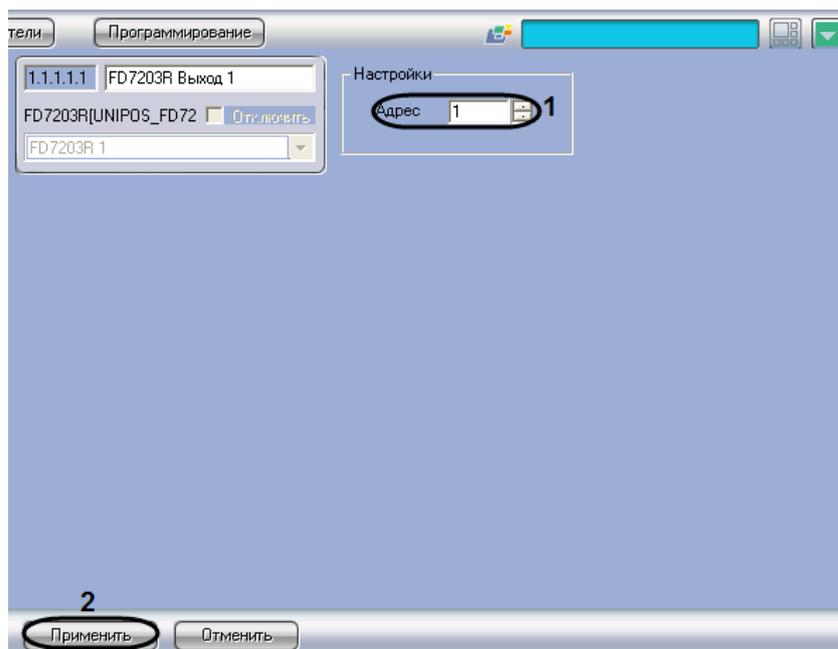

Рис. 3.6-12 Настройка выхода адресного модуля FD7203R
1. Перейти на панель настройки объекта **FD7203R Выход** (Рис. 3.6-12).
2. В поле со списком **Адрес** ввести адрес выхода модуля *FD7203R* (см. Рис. 3.6-12, **1**).
3. Для сохранения настроек во внутренней базе данных ПК *Интеллект* нажать кнопку **Применить** (см. Рис. 3.6-12, **2**).